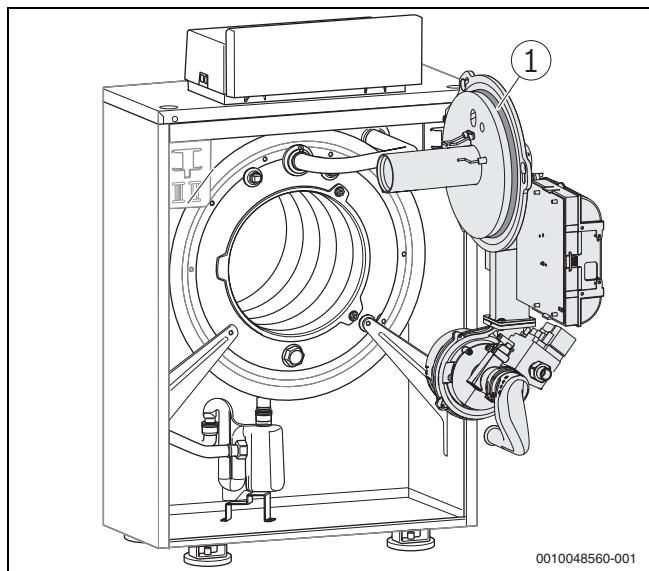

Fig. 19 Brûleur en position de service
- Avant de monter le brûleur, vérifier que le joint torique (→ fig. 19, page 24) est bien en place et corriger si nécessaire.